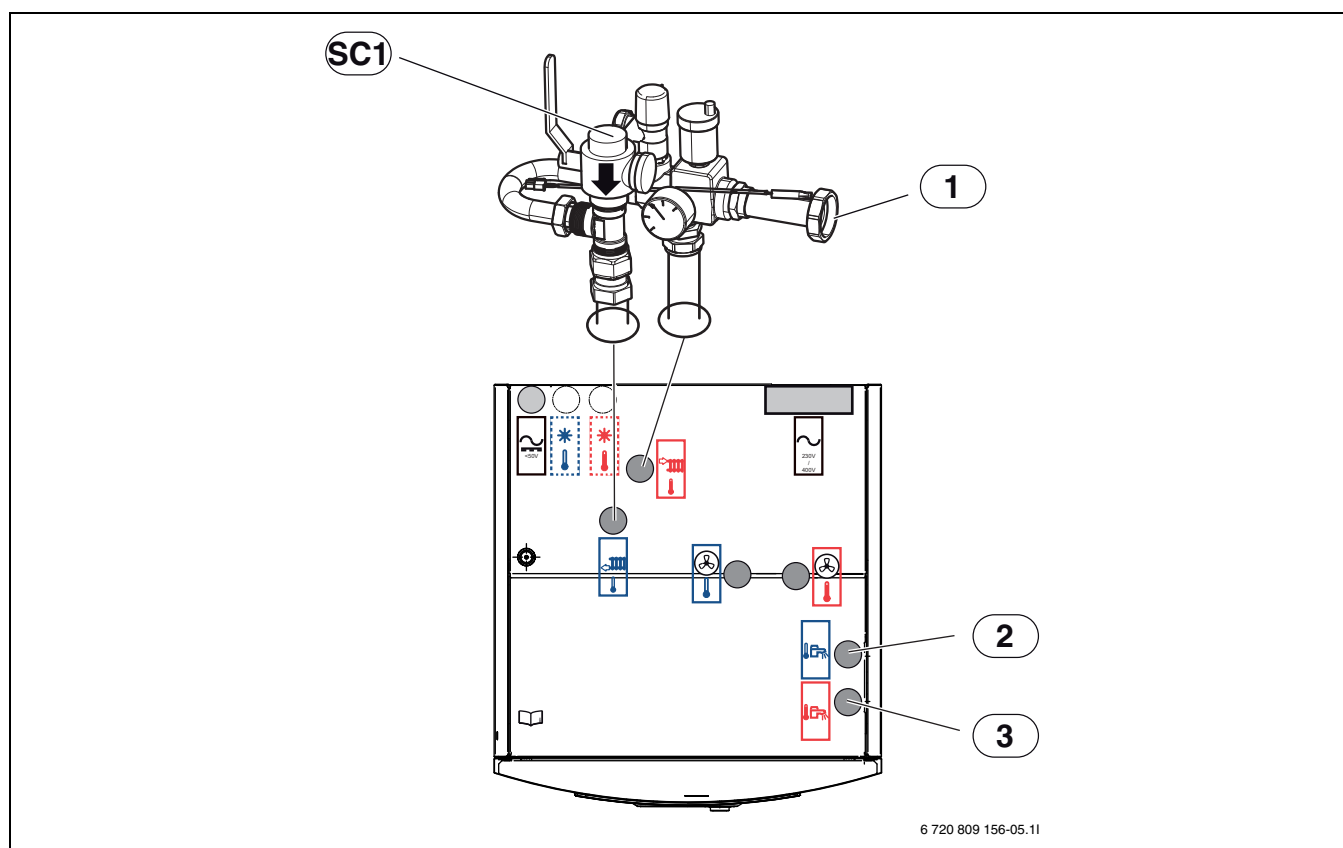

Fig. 13 Tilslutning af indeenhed til varmeanlæg og varmtvandsproduktion
- ▶ Varme anlæggets cirkulationspumpe tilsluttes på [1], fig. 13.
- ▶ Varmeretur tilsluttes til partikelfiltret [SC1], fig. 13.
- ▶ Koldt vand tilsluttes til [2], fig. 13.
- ▶ Varmt vand tilsluttes til [3], fig. 13.